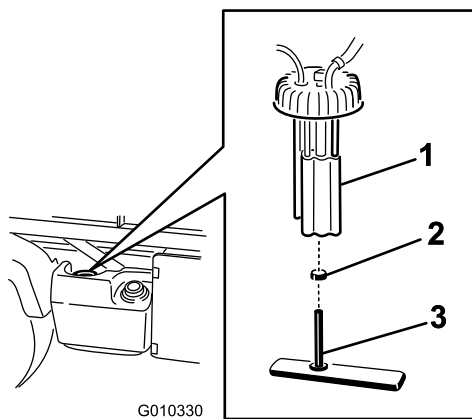

Figura 39
2. Estraiete il connettore di cablaggio fili dalla pompa del carburante (Figura 39)
3. Allentate la fascetta stringitubo e scollegate i tubi del carburante dal tappo della pompa del carburante (Figura 39).
4. Togliete il tappo della pompa del carburante dal serbatoio del carburante (Figura 39).
5. Rimuovete il gruppo pompa e filtro del carburante dal serbatoio (Figura 39).
7. Rimuovete il tubo dai raccordi (Figura 39).